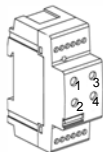

Fig. 3
2. Collegare la tensione di rete e premere il tasto di programmazione (fig. 3). Il LED rosso si accende.
Ogni modulo attuatore può essere comandato sul posto con i tasti a LED (fig. 3). Il modulo non deve trovarsi in modalità di programmazione (vedi "Messa in funzione, programmazione").